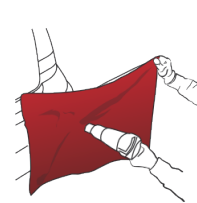
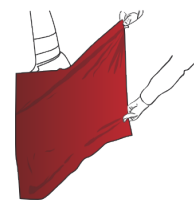
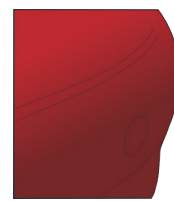

Figure 13
Figure 14
Figure 18
- › Chauffer le film entre 40 °C et 50 °C (FIG. 13) (puis le tendre de manière à envelopper complètement la surface convexe. (FIG. 14)
- › La pose est terminée. (FIG. 18)
⚠ La chauffe du film tendu (FIG. 13) à (FIG. 18) doit être réalisée avec précaution. La position du pistolet thermique ne doit pas être perpendiculaire à la surface du film. Incliner le pistolet de telle sorte à chauffer une surface plus grande. Garder toujours le pistolet thermique en mouvement. Ne jamais chauffer de façon prolongée une surface réduite.